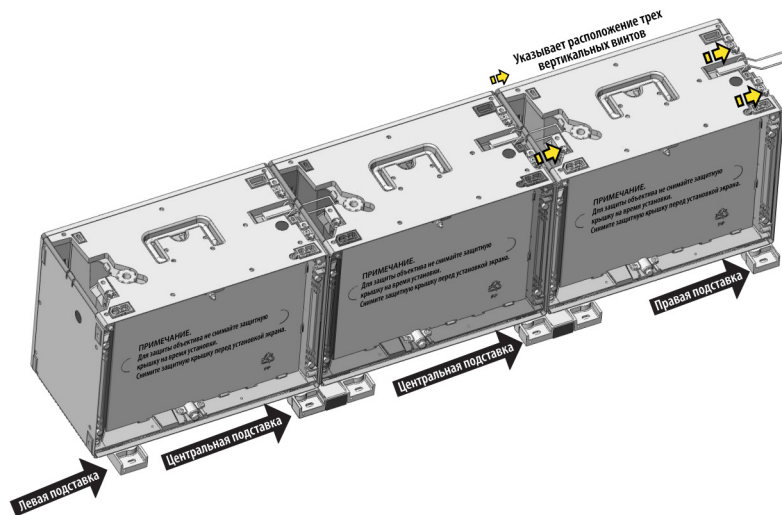

Рис. 2-5 Установка последней ячейки в первом ряду
7. Установите последнюю ячейку в ряду на левую подставку и зафиксируйте последнюю ячейку в ряду (Рис. 2-5). **ПРИМЕЧАНИЕ.** При установке без подставок массив следует собирать на ровной горизонтальной поверхности. При сборке нижнего ряда без выравнивающих подставок НЕ используйте в нижнем ряду вертикальные винты, чтобы гарантировать устойчивость ячеек.